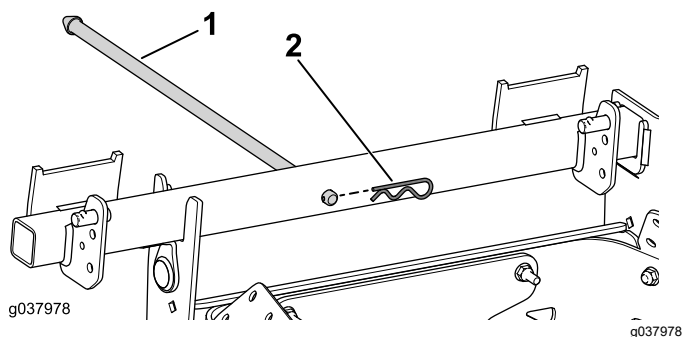

図 17
1. ピボットアセンブリに押さえ棒を取り付ける 図 17。
2. ヘアピンコッターで押さえ棒をピボットアセンブリに固定する 図 17。